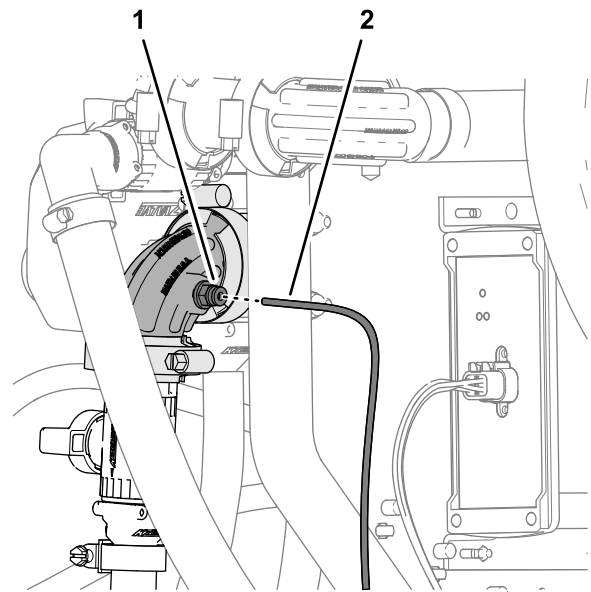

Figura 137
2. Alinee el extremo del tubo del sensor de presión (plástico) del indicador de presión del salpicadero con el anillo de bloqueo del acoplamiento del tubo en el acoplamiento de 90° de la válvula de cierre de la lanza de mano o el Kit de carrete de manguera eléctrico (Figura 137).
3. Inserte el tubo del sensor en el anillo de bloqueo hasta que el tubo esté correctamente asentado (Figura 137).